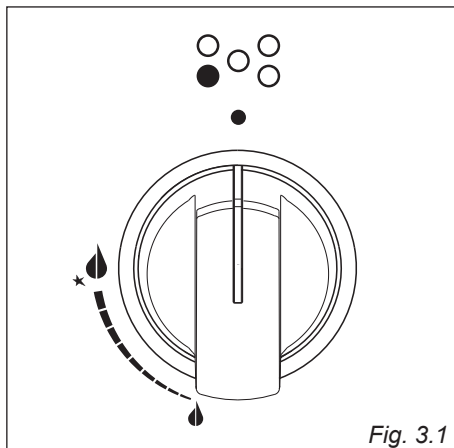

Fig. 3.1
- Sganciare il coperchio della morsettieria inserendo un cacciavite nei due agganci "A" (fig. 3.1).
L'afflusso del gas ai bruciatori è regolato da un rubinetto valvolato comandato dalla manopola di fig. 3.1.
- ✓ L'accensione elettrica è incorporata nelle manopole dei bruciatori e si identifica per il simbolo ★ vicino al simbolo " 🔹 " (fig. 3.1).